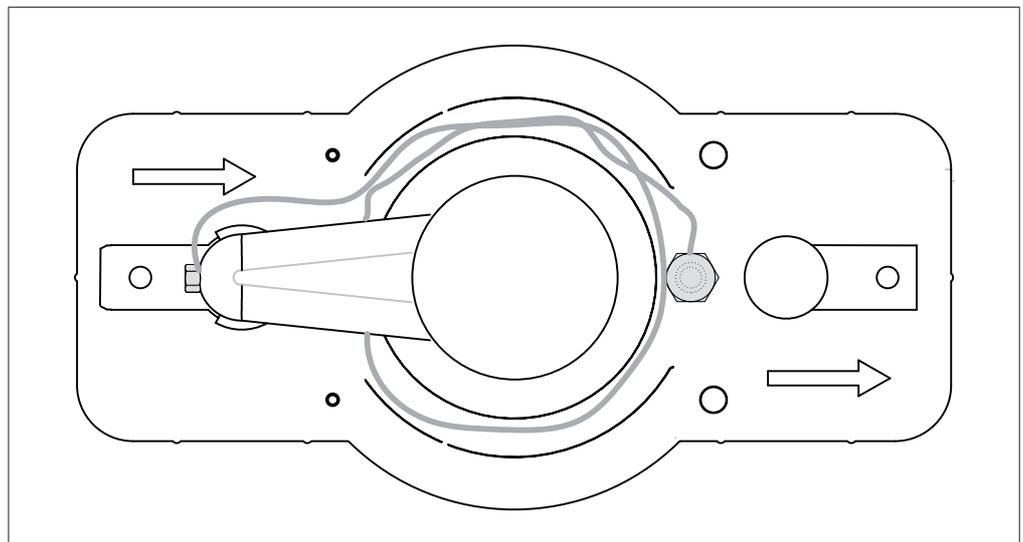

Abb. 9-02
9. Potentialausgleich des Einlassrohres einmal um den Sockel legen (siehe Abb. 9-02).
Bei dem Einbau des LRS 04 Ex ist auf eine möglichst schwingungsfreie Montage zu achten. Das Rohr darf nicht verbogen werden. Es ist darauf zu achten, dass die Einbaurichtung des LRS 04 Ex der Luftrichtung im Kanal entspricht. Dazu ist das LRS 04 Ex entsprechend der Pfeile (Markierung) s. Abb. 9-02 im Gehäuseboden mit der Luftstromrichtung entsprechend zu montieren.